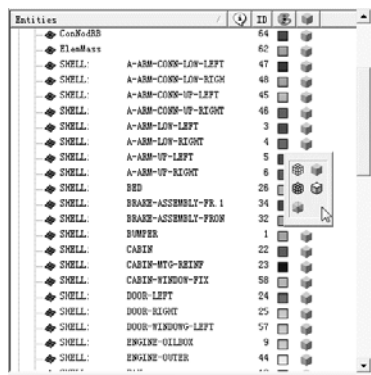

图 13-6 步骤 1 窗口状态
- (1) 在组件 SHELL: BED 右侧右击 Style (☐) 按钮，如图 13-6 所示。